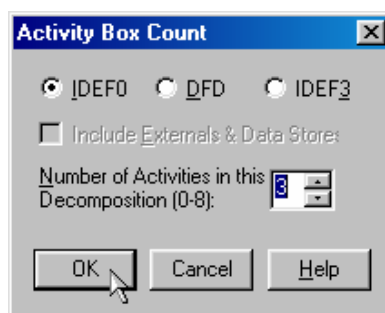
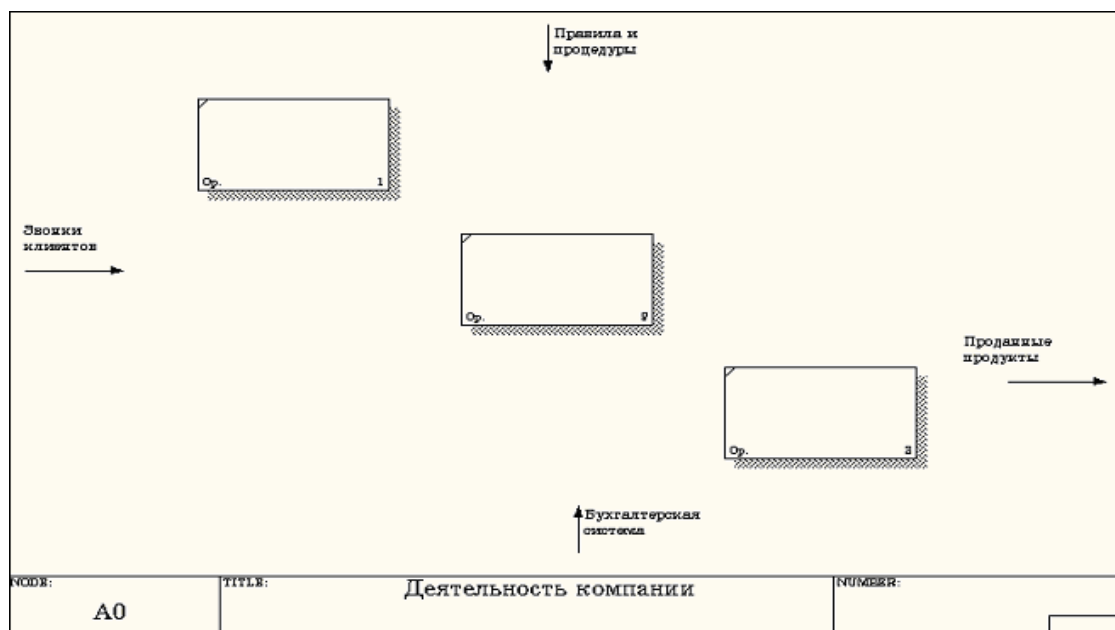

Рисунок 3.1 – Диалоговое окно *Activity Box Count*
Рисунок 3.2 – Диаграмма декомпозиции
1. Для создания диаграммы декомпозиции процесса первого уровня используйте контекстную диаграмму, созданную в предыдущей работе. Выберите кнопку  перехода на нижний уровень в палитре инструментов и в диалоговом окне *Activity Box Count* (рисунок 3.1) установите число работ на диаграмме нижнего уровня – 3. Автоматически будет создана диаграмма декомпозиции (рисунок 3.2).